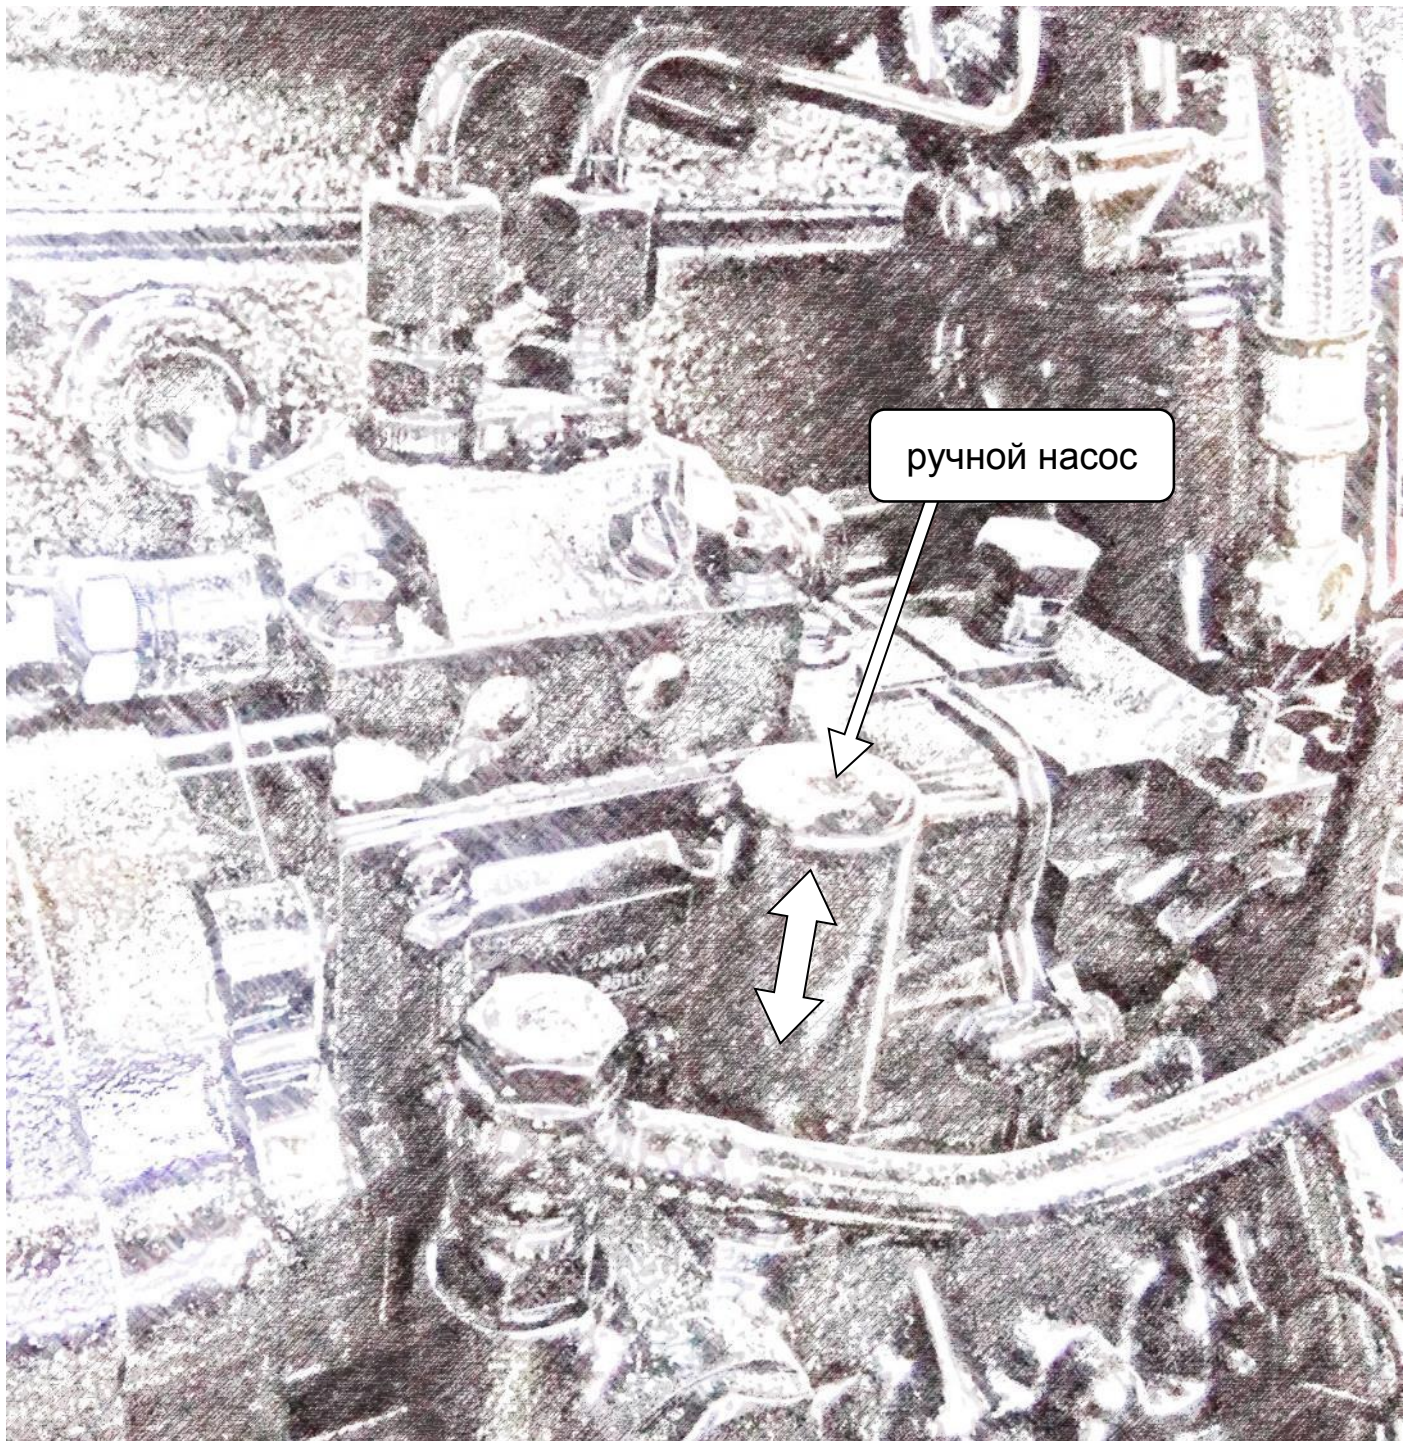
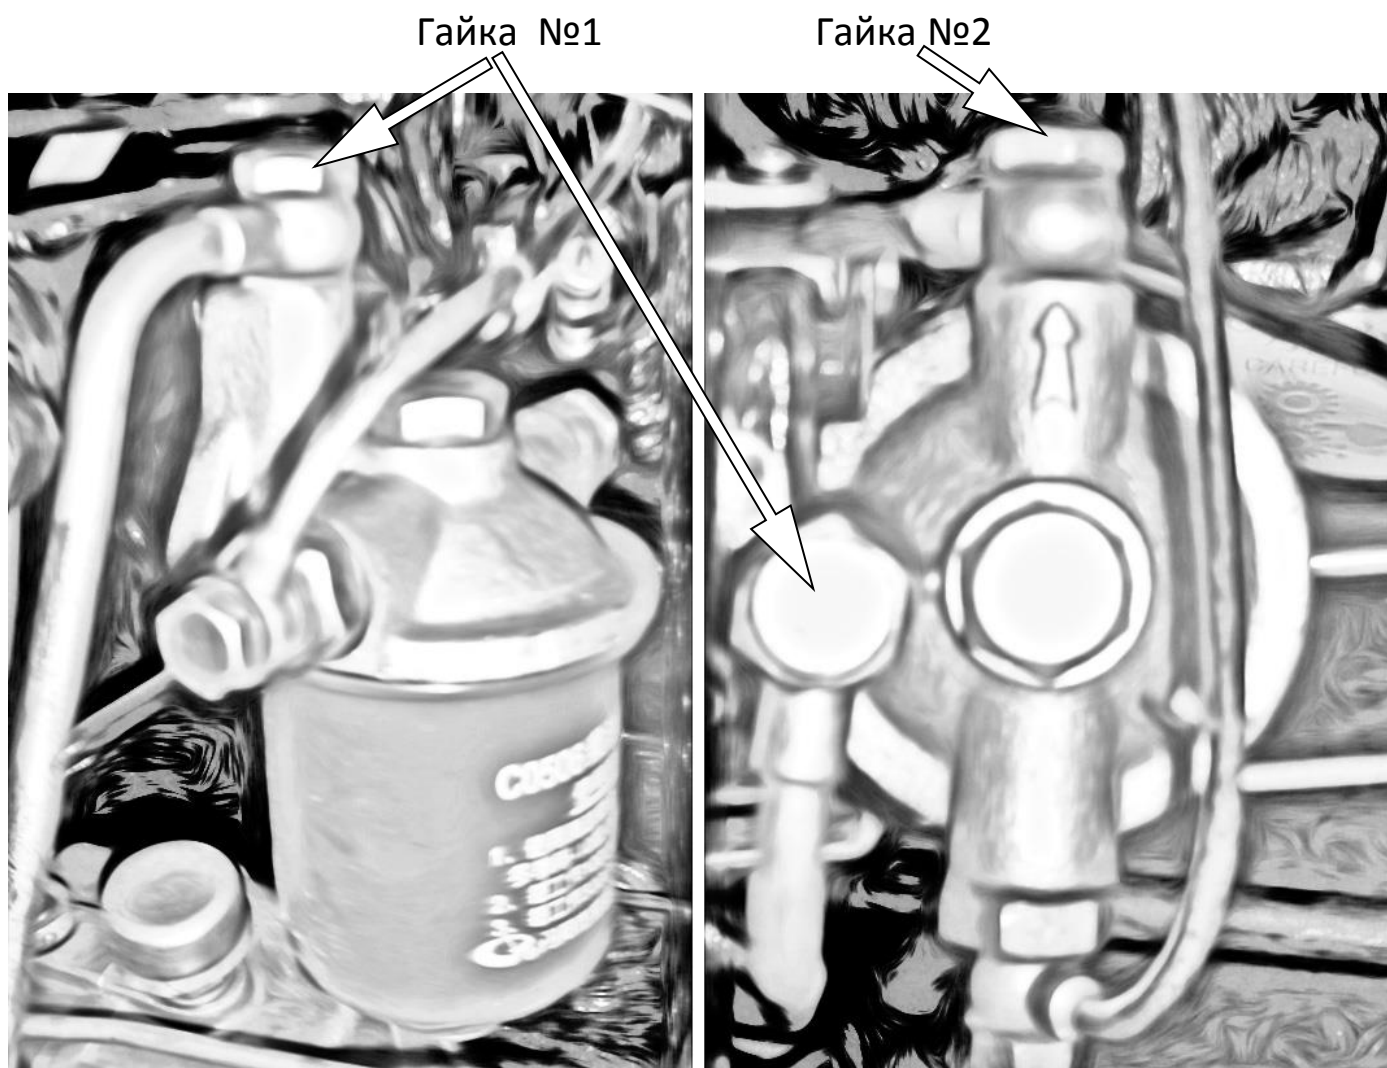

Рис. 3-1. Ручной насос
Рис. 3-9. Топливный фильтр
6. Ручным топливным насосом закачать топливо в цилиндры (рис. 3-1)
2) Открутите гайку, соединяющую топливную трубку и топливный фильтр (№1 на рис. 3-9). Выпустите воздух, используя ручной насос ТНВД (рис. 3-1). Топливо из трубки должно течь ровной струей. Закрутите соединительную гайку;
3) Открутите гайку, соединяющую топливный фильтр и топливную трубку (№2 на рис. 3-9). Выпустите воздух, топливо из фильтра должно течь ровной струей. При необходимости прочистите или замените фильтр. Закрутите соединительную гайку.